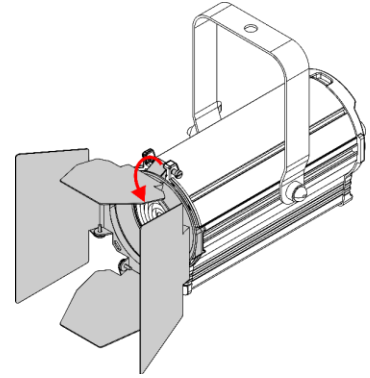

Fig. 12
- 03) Abbassare il **fermo del portagelatina (02)** per rilasciare la **vite a molla (01)** (vedere Fig. 12). L'aletta frangiluce viene bloccata in posizione.
- 04) Fissare l'aletta frangiluce alla struttura aerea con un attacco secondario adeguato, ad esempio un cavo di sicurezza. Far passare il cavo di sicurezza attraverso l'**occhiello di sicurezza (16)** delle aletta frangiluce. Per ulteriori informazioni, consultare il paragrafo **4.3 Rigging** a pagina 13.